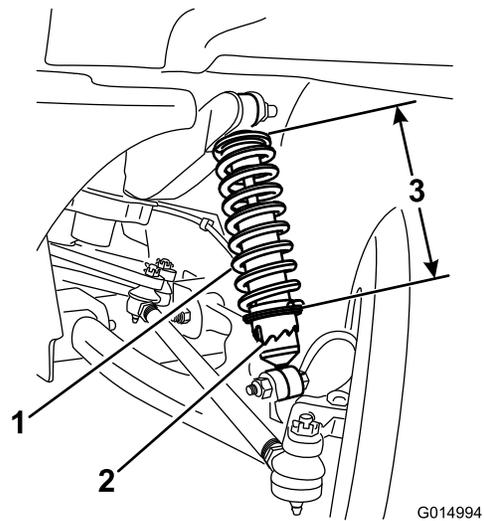

Figura 31
- A. Usando la herramienta TORO6010, gire el collarín del amortiguador para variar la longitud del muelle (Figura 31).